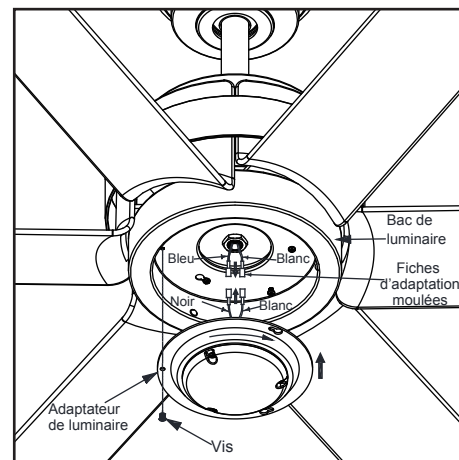

Figure 18
4. Poussez l'adaptateur de luminaire vers le haut, de façon à ce que les deux têtes de vis desserrées tiennent dans les fentes en trou de serrure. Tournez l'adaptateur de luminaire dans le sens horaire et serrez les vis. Réinsérez la vis qui a été retirée à l'étape 3 et serrez-la fermement. (Figure 18)